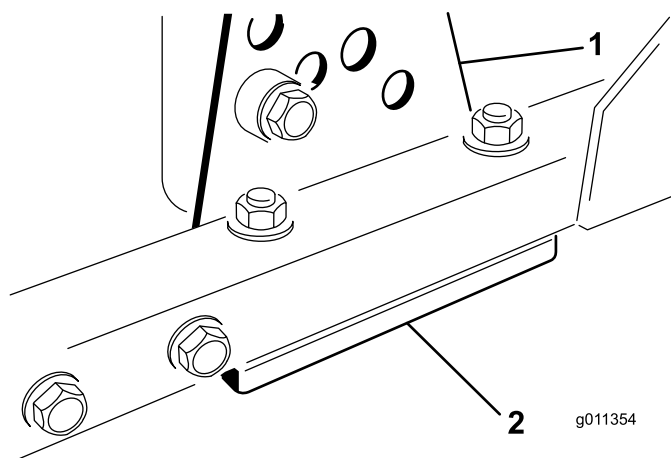

Figura 102
1. Retire el soporte de altura de corte (delantero, izquierdo o derecho) del bastidor de la carcasa (Figura 102).
2. Coloque suplementos de 1,5 mm y/o 0,7 mm entre el bastidor de la carcasa y el soporte hasta lograr el ajuste de altura deseado (Figura 102).